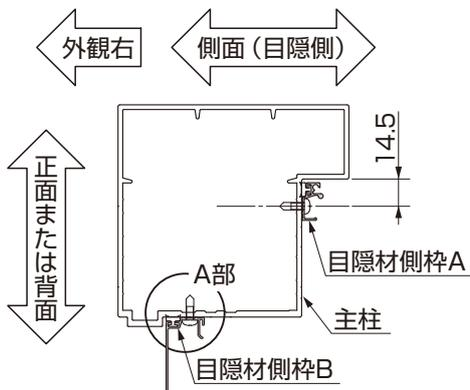
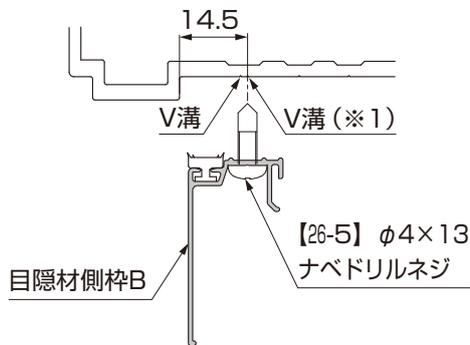

図4-1 目隠材側枠A・Bの取付け
図4-2 A部詳細図
- ① 主柱または袖・中間柱に、目隠材側枠Aを【26-5】で取付けてください。(図4-1参照)
- 正面または、背面側の目隠材の取付けの場合は、V溝が2本ありますので(※1)のV溝に取付けてください。(図4-1、図4-2参照)